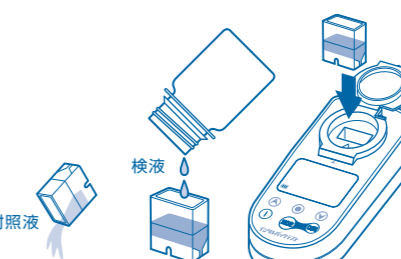

図17
⑰対照液を捨て、よく水を切ります。
⑱の検液を専用カップの標線まで入れ、セルボックスにセットします。(図17)